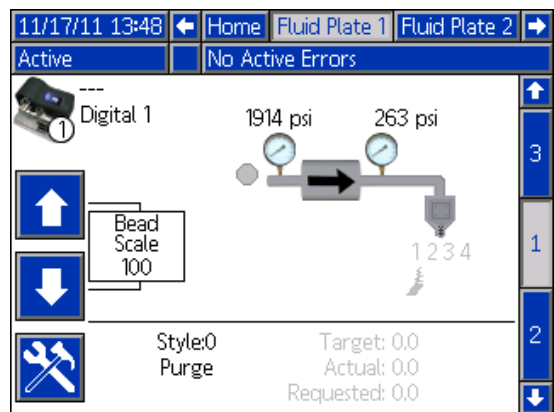

FIG. 30
4. Anteckna volymen som matats ut på vätskeplatta x, skärmbild 1. Se FIG. 30, på sidan 46.
- Anteckna volymen som matats ut på vätskeplatta x, skärmbild 1. Se FIG. 30, på sidan 46.